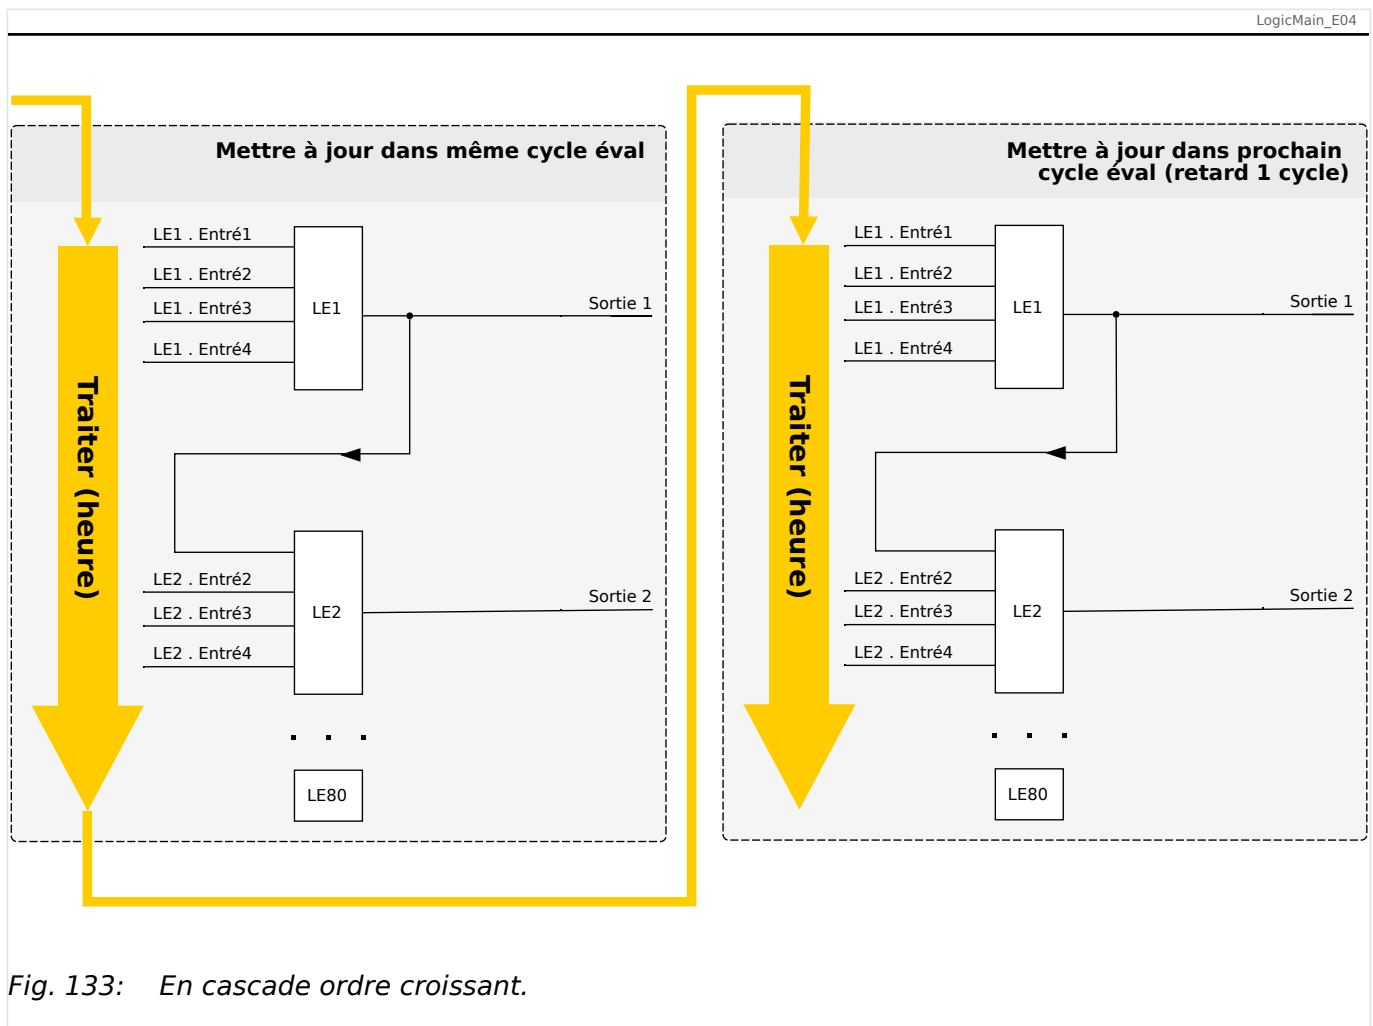
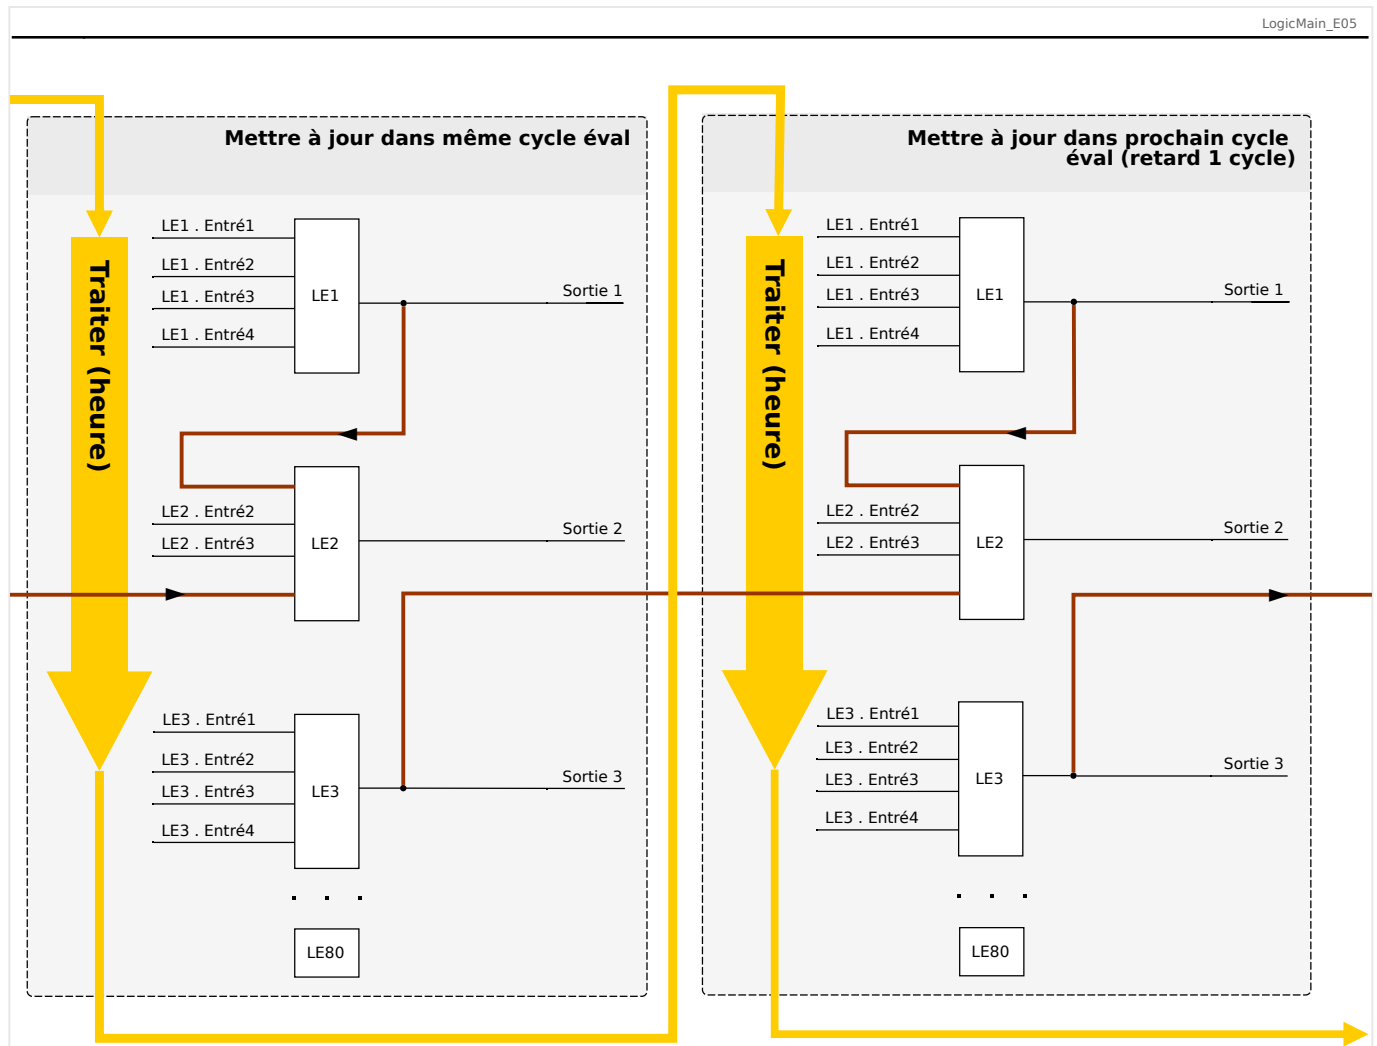

Fig. 133: En cascade ordre croissant.
Fig. 134: En cascade ordre décroissant.
- Dans une séquence **ascendante**, certaines sorties sont injectées en entrée dans une équation logique portant un numéro **plus élevé**. Par exemple, le schéma  Fig. 133 ci-dessous indique que le résultat de l'équation logique LE1 est utilisé en tant qu'entrée de l'équation logique LE2.
- Dans une séquence **descendante**, certaines sorties sont injectées en entrée dans une équation logique portant un numéro **plus bas**. Par exemple, le schéma  Fig. 134 indique que le résultat de l'équation logique LE3 est utilisé en tant qu'entrée de l'équation logique LE2.
Les séquences ascendantes et descendantes peuvent être utilisées et combinées les unes avec les autres, sans différence immédiate. Toutefois, en raison de l'évaluation de toutes les équations par ordre ascendant, les valeurs de temps de fonctionnement réelles qui sont injectées en entrée d'une équation auront un « âge » différent, comme on peut le voir dans  Fig. 133 et  Fig. 134 ci-dessous.
Dans l'exemple présenté dans  Fig. 134 ci-dessus, l'équation logique « 2 » utilise les états de sortie de deux autres équations, les équations logiques « 1 » et « 3 ». Le résultat de l'équation logique « 1 » est utilisé dans l'ordre ascendant. Il a par conséquent été évalué au cours du même cycle de traitement. Le résultat de l'équation logique « 3 » est utilisé dans l'ordre descendant. Il a par conséquent été évalué au cours du cycle de traitement précédent.